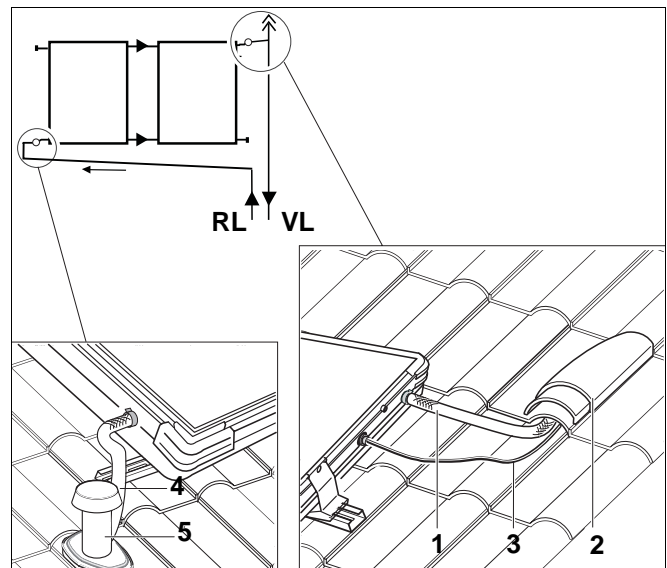

Abb. 20 Solarschläuche verlegen
- Vorlaufleitung (Abb. 20, Pos. 1), Rücklaufleitung (Abb. 20, Pos. 4) und Fühlerleitung (Abb. 20, Pos. 3) durch das Dach führen:
- beim Pfannendach (Ziegeldach) durch Lüfterpfannen (Abb. 20, Pos. 2) oder Antennendurchgänge (Abb. 20, Pos. 5)